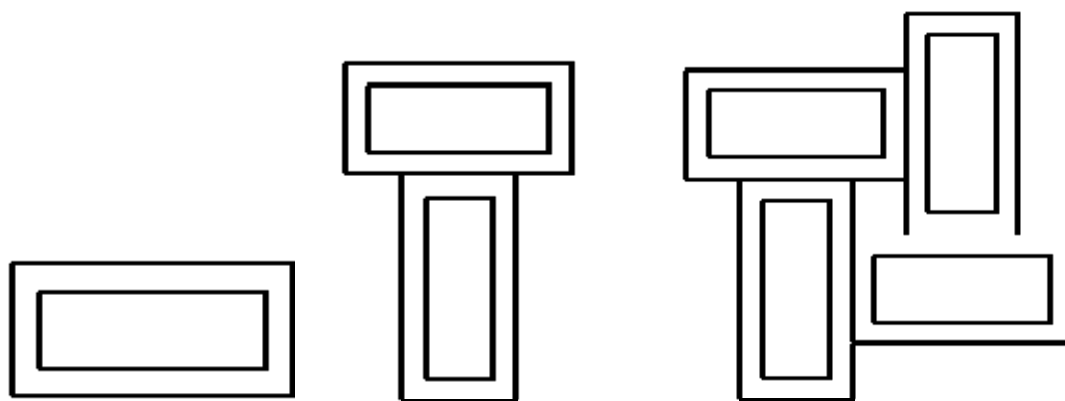

图 5-53 作图过程图
2. 换到 0 层 (或 PL 线定为 0) 在内再作一个矩形。比如 80:30。如图 5-53 左所示。